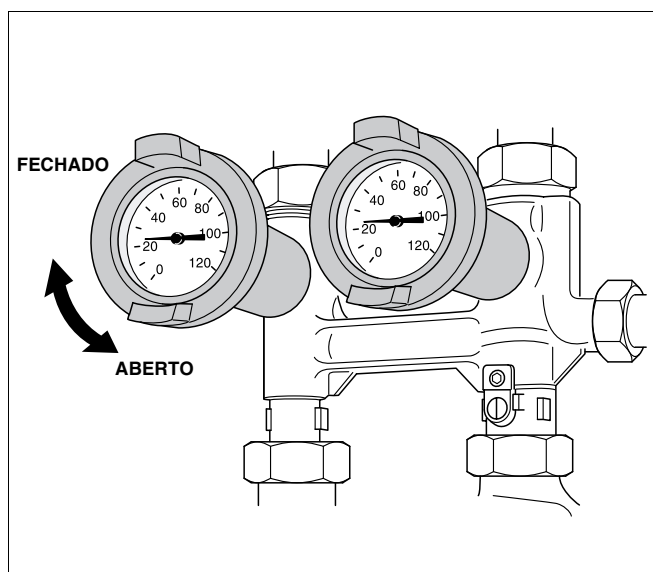

Fig. 19 Torneiras de esfera com termómetro integrado
- Feche a torneira de esfera direita (retorno – pega azul), enquanto a torneira de esfera esquerda (saída de água – pega vermelha) se mantém aberta (Fig. 19).